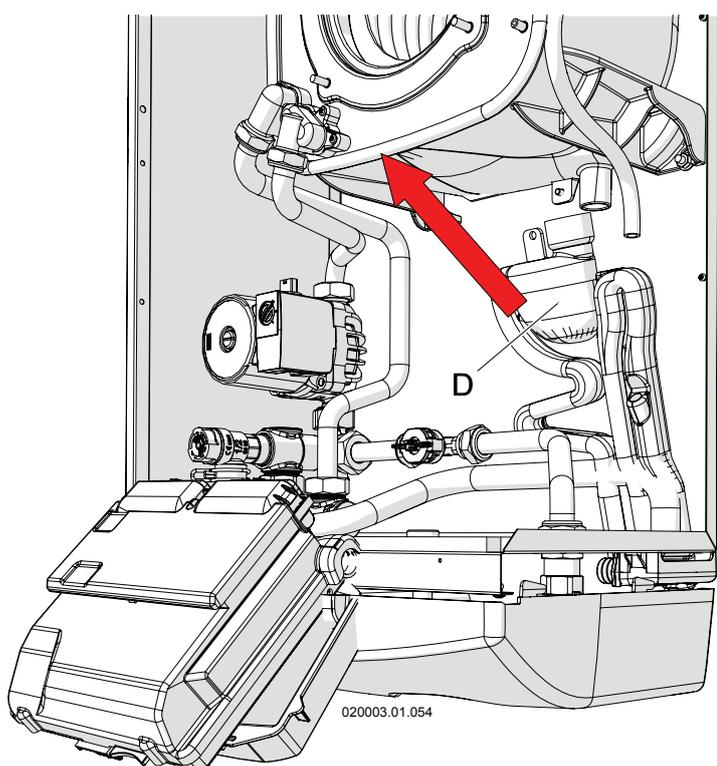

Figura 8-7 - Desmontaje del sifón de recogida del condensado
- 1.- Con el aparato encendido, abra completamente un grifo del agua caliente sanitaria de modo que el quemador se ponga a la potencia máxima y baje el nivel de líquido contenido en el depósito del sifón "D" (véase la Figura 8-7);
- 7.- Extraiga el sifón (véase la Figura 8-7) asegurándose de desacoplar los tubos de recogida del agua procedente de la parte superior del aparato y de la válvula de purga de aire.